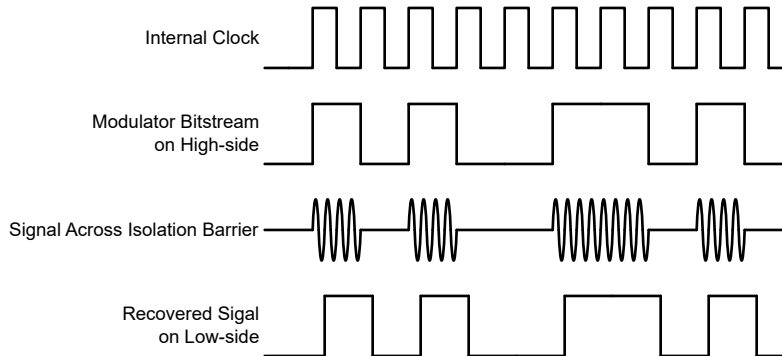

図 7-1. OOK ベースの変調方式
図 7-1 に示されているように、AMC0x11R は、オン / オフ キーイング (OOK) 変調方式を使用して、変調器の出力ビットストリームを、SiO₂ ベースの絶縁膜間で伝送します。送信ドライバ (TX) をに 機能ブロック図 示します。TX は、内部で生成された高周波キャリアを絶縁バリア越しに送信し、デジタル 1 を表現します。ただし、TX はデジタル 0 を表す信号を送信しません。AMC0x11R で使用されるキャリアの公称周波数は 480MHz です。